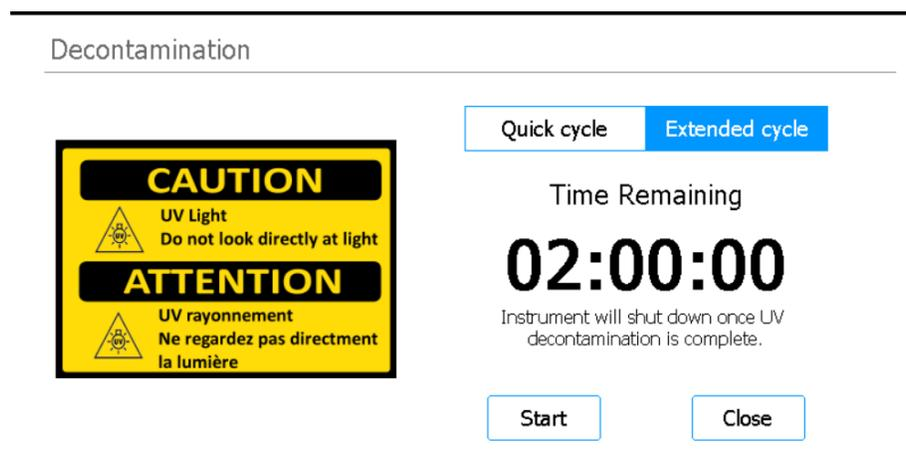

Figura 25 Pantalla Decontamination con Extended cycle seleccionado
- 3 En la parte superior de la pantalla, seleccione **Extended cycle**, como se muestra en la **Figura 25**.